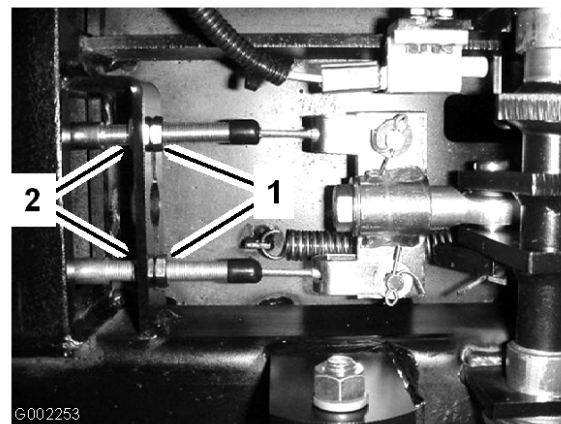

Bild 55
5. Lösen Sie die vorderen Muttern an den Bremskabeln unter der Vorderseite des Sprühgeräts (Bild 55).
6. Ziehen Sie die hinteren Muttern gleichmäßig an, bis das Spiel des Bremspedals 1 bis 2 cm beträgt, bevor Sie einen Widerstand spüren (Bild 55).